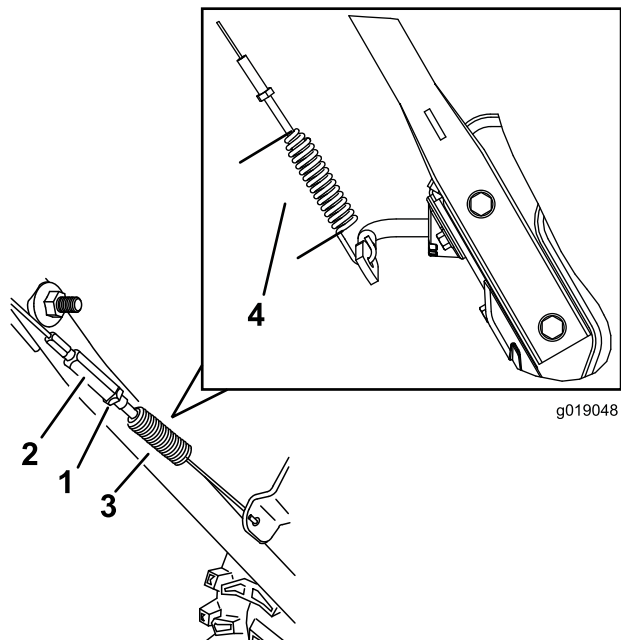

Figura38
4. Strângeți contrapiulița (Figura38), asigurându-vă că nu tensionați excesiv cablul.